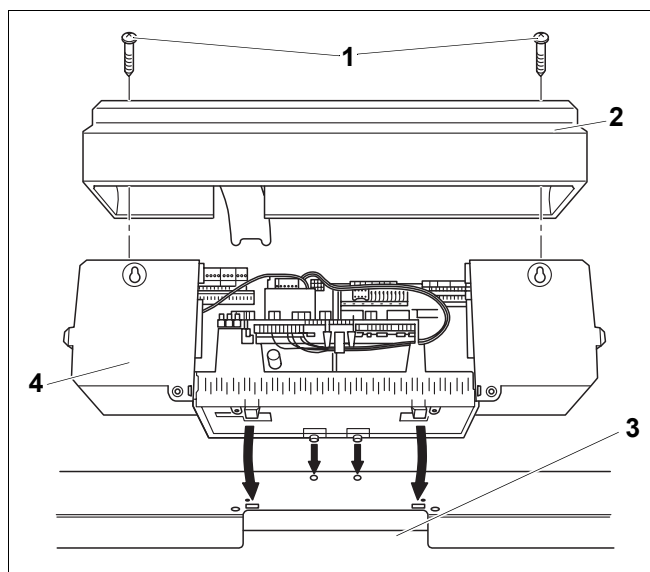
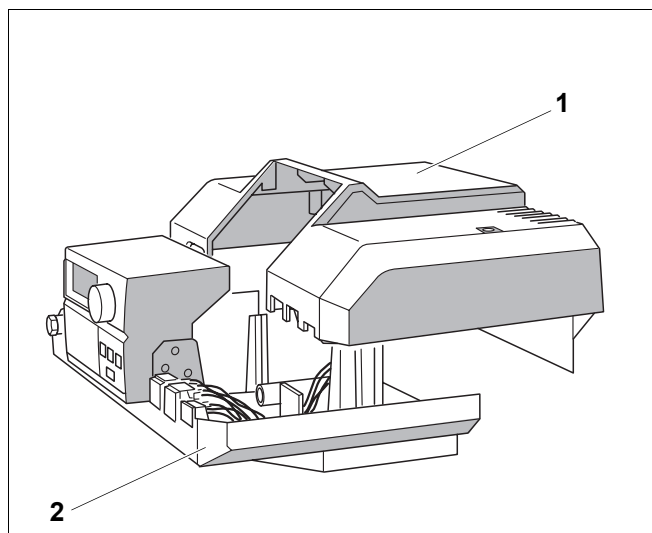

Fig. 10 Deschideți și atasați sistemul de reglare Logamatic 4000.
Fig. 18 Așezați clema capacului de închidere
- Deșurubați cele două șuruburi (Fig. 10, **Poz. 1**) de sus ale carcasei cu cleme (Fig. 10, **Poz. 2**) și ridicați capacul.
- Aparatul de reglare se înclină ușor în față și se poziționează astfel încât cîrligele de fixare să pătrundă în găurile ovale. Aparatul de reglare se împinge ușor în față iar apoi în spate pînă ce cîrligele elastice se fixează (Săgețile - Fig. 10).
- Conducta capilară este trecută prin locul special prevăzut (Fig. 10, **Poz. 3**) iar restul din lungimea ei se va rula.
- Clema capacului de închidere (Fig. 18, **Poz. 1** și Fig. 10, pagina 30, **Poz. 2**) se așează și se prinde de aparatul de reglare (Fig. 18, **Poz. 2** și Fig. 10, pagina 30, **Poz. 4**).